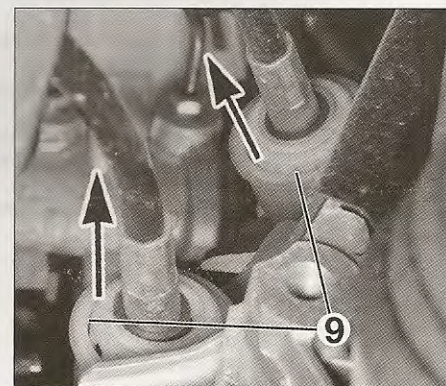

fig. 5
- Tirar hacia la parte trasera los casquillos (9) de bloqueo y separar los cables de mando y de selección de su soporte (fig. 5).